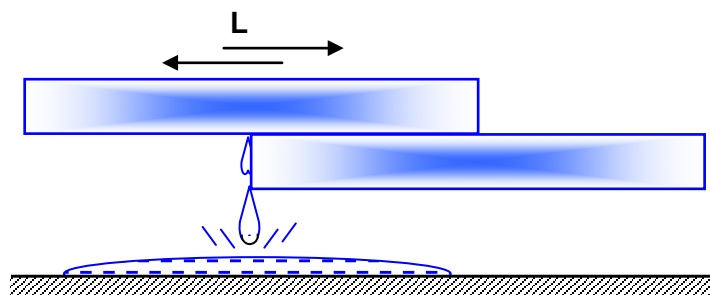

Рис. 4.3. К задаче 4.9
4.9. Два куска льда массой по 1 кг каждый имеют температуру  $0^\circ\text{C}$  и давление 1 бар. Происходит механическое взаимодействие этих кусков друг с другом в виде трения, они взаимодействуют гладкими поверхностями без разрушения (рис. 4.3). На перемещение кусков затрачивается работа в количестве 100 кДж. Определить количество расплавленного льда в результате такого взаимодействия и увеличение энтропии системы, если считать, что теплообмен с окружающей средой отсутствует. Изобразить этот процесс в T,S- диаграмме.